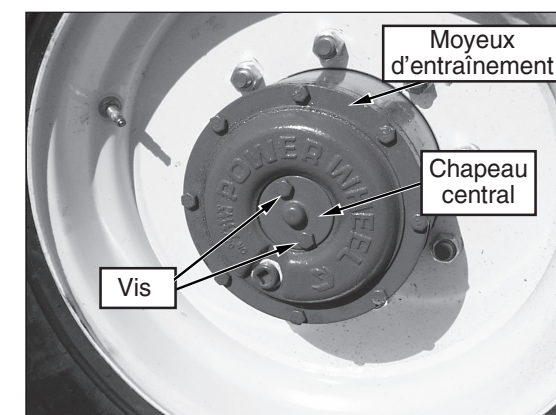

Figure 7 : Moyeux d'entraînement (montrés en position de fonctionnement)
- Se reporter à la figure 7, et désengager les quatre moyeux de roue d'entraînement. Déposer les deux vis ainsi que le chapeau central. Poser de nouveau le chapeau central mais en sens contraire.